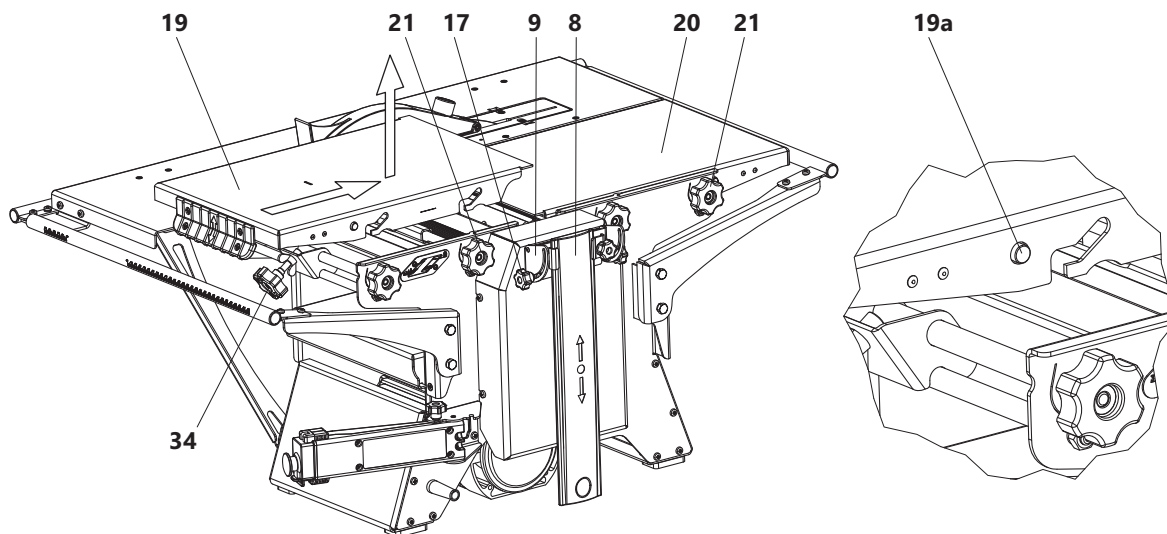

Рис. 16 Снятие приемного и загрузочного строгальных столов со станка
Для снятия приемного 19 и загрузочного 20 строгальных столов необходимо (рис. 16):
- снять приемный и загрузочный строгальные столы (рис. 16);